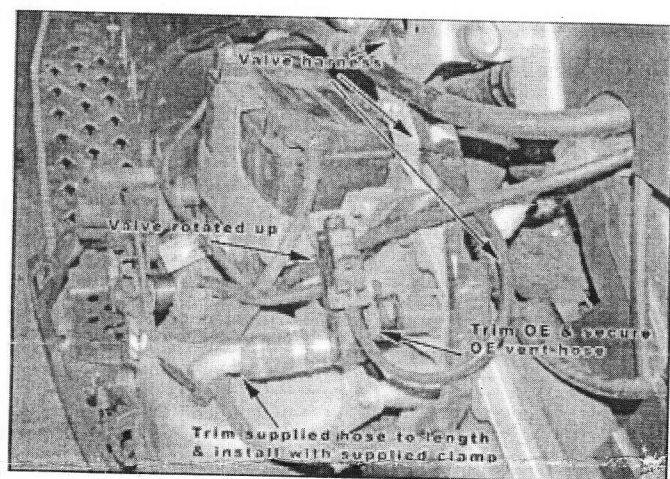

Рис.8
- Вернитесь к правой стороне транспортного средства, где клемма массы комплекта подключена к шасси, проложите провод клапана вперед к маслобаку и закрепите, используя заводские крепления проводки. Рисунок 8.
- Закрепите клапан масляного бака с помощью прилагаемого хомута. См. Рисунок 8.
- Прислоните шланг вентиляции к клапану с боку. Шланг вентиляции нужно укоротить. Отметьте место отрежьте лишнюю часть шланга. Наденьте шланг на пластиковый патрубок клапана и закрепите при помощи заводского хомута-зажима. См. рисунок 8.